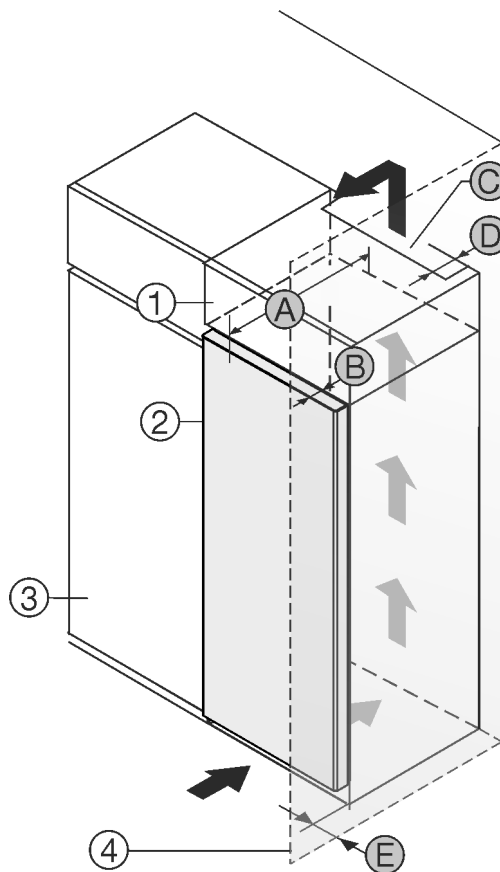

Fig. 1
- (1) Шкаф-пристройка *
- (2) Уред *
- (3) Кухненски шкаф *
- (4) Стена *
- (A) Дълбочина на уреда *
- (B) Дълбочина на вратата *
- (C) Вентилационно напречно сечение *
- (D) Разстояние до гърба на уреда *
- (E) Разстояние до страната на уреда *
Можете да поставите уреда непосредствено до кухненския шкаф Fig. 1 (3)*.
От задната страна на шкафа-пристройка трябва да има вентилационен отвор с дълбочина Fig. 1 (D) по цялата ширина на шкафа-пристройка*.
Под тавана на помещението трябва да е спазено сечението за вентилация Fig. 1 (C)*
Когато уредът се поставя с пантите до стена Fig. 1 (4), разстоянието между уреда и стената трябва да е поне 13 mm.*
За да можете да отваряте вратата изцяло, уредът трябва да е издаден с дълбочината на вратата Fig. 1 (B) спрямо челото на кухненския шкаф. В зависимост от дълбочината на кухненските шкафове Fig. 1 (3) и използването на детайли за отстояние от стената, уредът може да излезе още по-напред.*